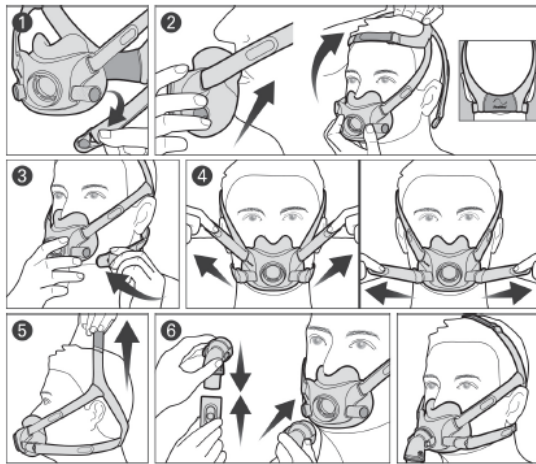

図 1-装着方法
- マスク装着前に、両側のマグネットクリップをフレームから外す。(図1-①)
- 鼻の下にクッションをあて、顔に快適にとどまるようにする。ヘッドギアのロゴが外側に向いている状態で、ヘッドギアを頭からかぶる。(図1-②)
- 下部ヘッドギアストラップを耳の下まで持っていき、マグネットクリップをフレームに取り付ける。(図1-③)
- 上部ヘッドギアストラップの面ファスナーをはがし、上部ヘッドギアストラップを均等に引っ張る。下部ヘッドギアストラップについても同様の手順を繰り返す。(図1-④)
- ヘッドギアが耳に近すぎる場合は、トップヘッドギアストラップで調節する。(図1-⑤)
- エアチューブを接続したエルボーを、「カチッ」と入るまでマスクに押し込む。(図1-⑥)